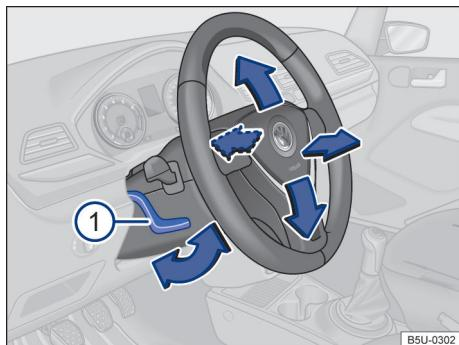

Fig. 53 Embaixo e a esquerda do volante junto com o revestimento da coluna de direção: alavanca de ajuste da posição do volante.
- Empurrar a alavanca → Fig. 53 ① para baixo e colocar o volante na posição desejada.